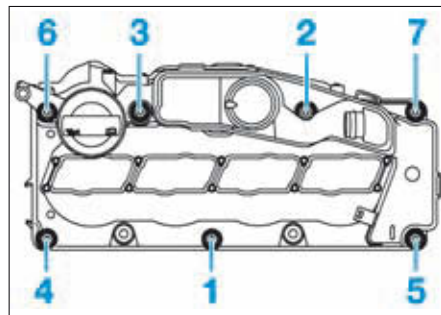

FIG. 70
- le couvre culasse en respectant l'ordre de serrage de (7) à (1) (Fig.70).
- Reposer le couvre-culasse en respectant l'ordre de serrage de (1) à (7) (Fig.70).